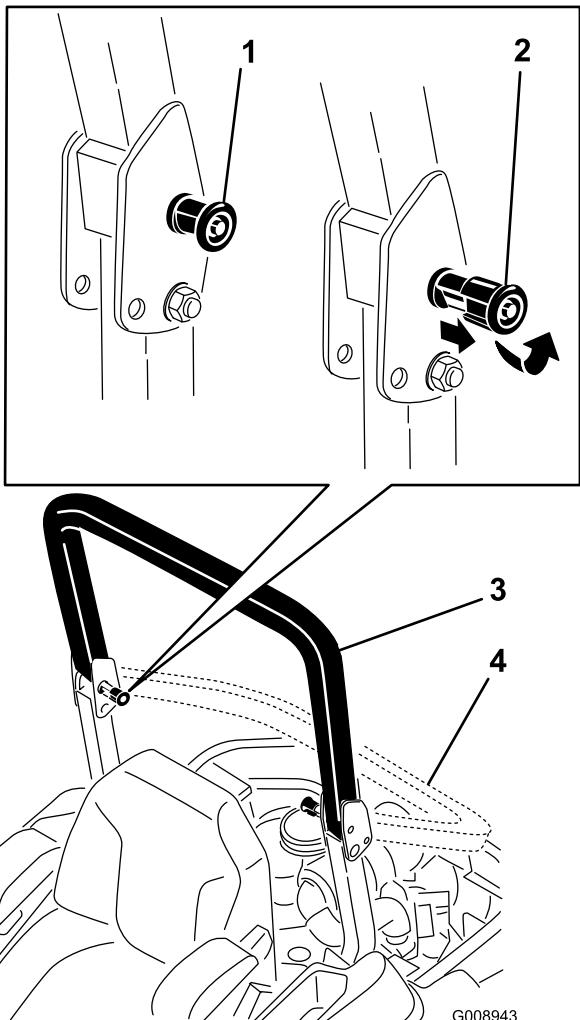

Figura 8
2. Tirate entrambe le manopole e ruotatele di 90° in modo che non siano innestate (Figura 8).
3. Abbassate il roll bar (Figura 8).
4. Per alzare il roll bar, sollevatelo in posizione di funzionamento, ruotate le manopole in modo che si spostino parzialmente nelle scanalature (Figura 8).
5. Sollevate completamente il roll bar premendo contemporaneamente la parte superiore del roll bar e i perni scatteranno in posizione non appena saranno allineati ai fori (Figura 8). Premete il roll bar e assicuratevi che entrambi i perni siano innescati.